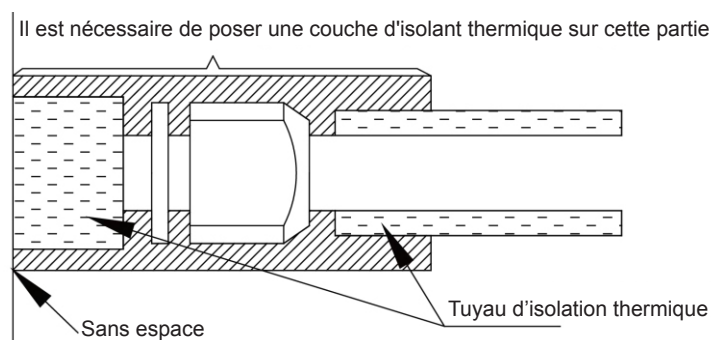

Fig. 21
- 4) Les raccords sur les unités intérieure et extérieure doivent être enveloppés d'isolant thermique et ne laisser aucun espace entre le tuyau et le mur. Voir Fig. 21.